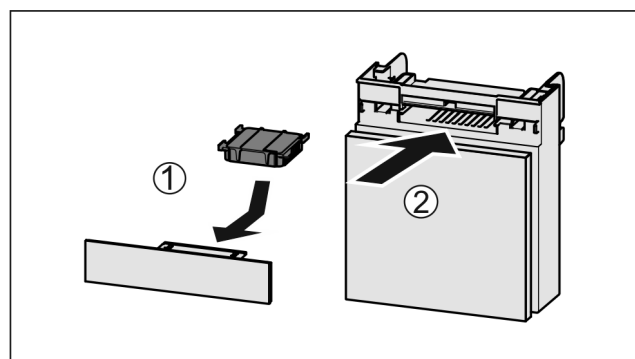

Fig. 136
- Introduceți Fig. 136 (1) filtrul de cărbune activ după cum se vede în figură.
- Împingeți Fig. 136 (2) compartimentul în interior.